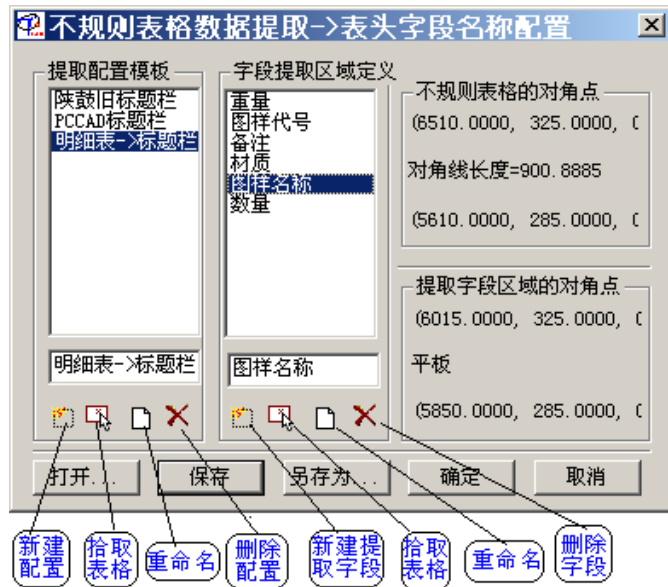

图 1-5
8. **提取表格数据:** 选取“提取表格数据”按钮，命令行提示：“指定文本所在区域的第一角点:”、“另一对角点:”，在本文件内用鼠标框选表格内文本外轮廓，选取完毕，出现“不规则表格数据提取->表头字段名称配置”对话框，如图 1-5。选择合适的配置模板，各提取字段中的数据就预显在右下角位置。如图 1-5，“图样名称”为“平板”。点取“确定”，数据就被提取到与定义提取字段名称相同的字段中。